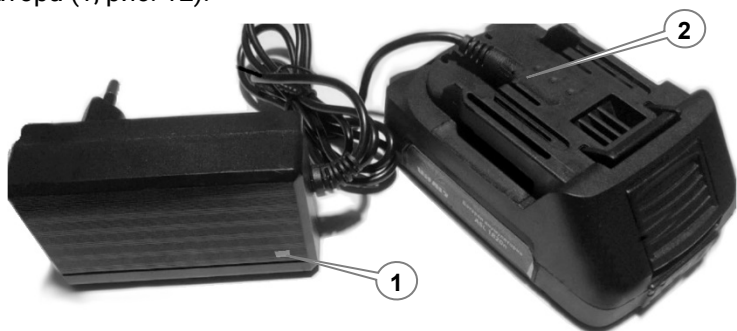

Рисунок 12. Заряджання акумуляторної батареї.
3. Встановити акумуляторну батарею в контактне гніздо зарядного пристрою до фіксації або підключити її за допомогою додаткового гнізда заряджання (2, рис. 12).
4. Контролювати рівень зарядження акумулятора за кольором індикатора (1, рис. 12).
Якщо акумуляторна батарея непридатна до заряджання із причини закінчення строку служби, має підвищену температуру або схема зарядного пристрою визначила наявність короткого замикання, індикатор (1, рис. 12) буде сигналізувати про аварійний стан постійним мигтінням червоного світла.